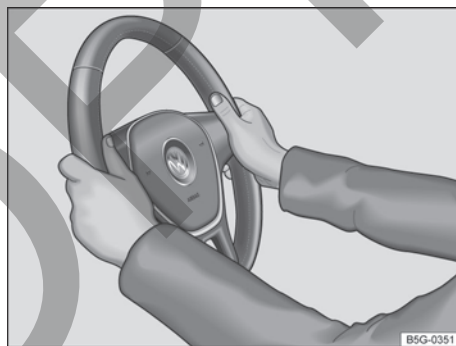

Fig. 58 En el volante: posición 9 y 3 horas.
- Ajustar el volante de modo que el conductor pueda sujetarlo con las dos manos por el borde exterior y con los brazos ligeramente doblados (en la posición equivalente a las 9 y las 3 horas → fig. 58) con ambas manos y con los brazos ligeramente doblados.
- Presionar la palanca ① siempre firmemente hacia arriba después del ajuste para que el volante no cambie su posición mientras conduce.
- Durante la conducción, siempre sujete el volante con ambas manos lateralmente en el borde externo en la posición equivalente a las 9 y a las 3 → fig. 58, para reducir las lesiones provocadas por un disparo del airbag frontal del conductor.